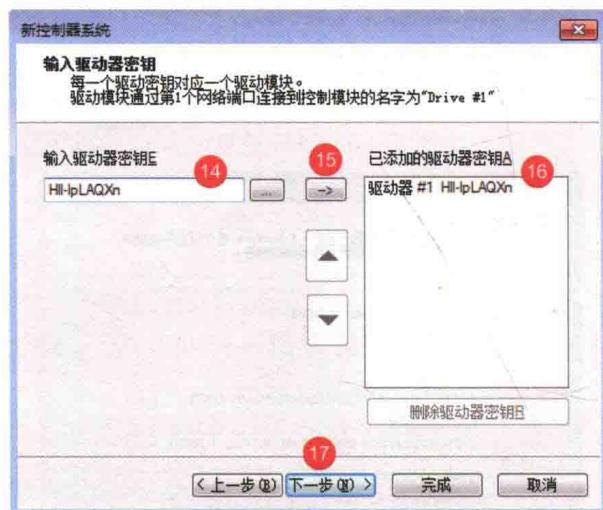

图 1-18 添加驱动器密钥
- ⑫输入驱动器密钥,如图 1-18 所示。
⑬单击添加密钥,如图 1-18 所示。
⑭选择该密钥,如图 1-18 所示。
⑮单击“下一步”,如图 1-18 所示。